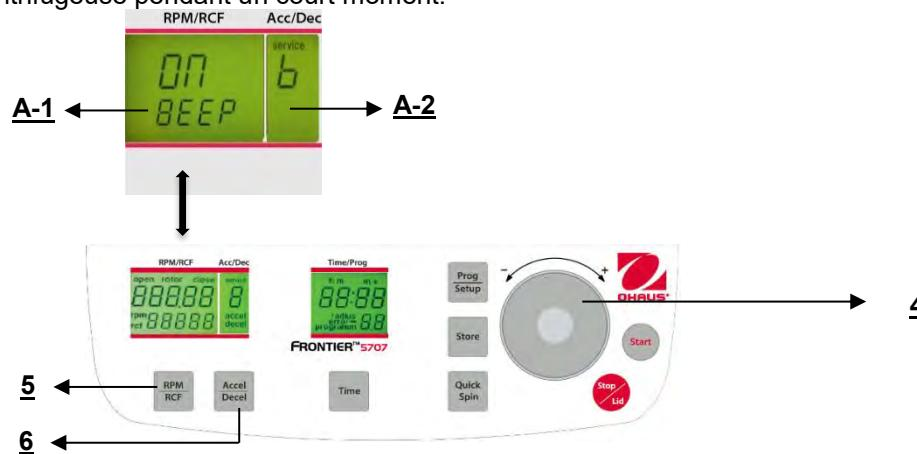

Figure. 32
Poursuivre conformément à la description du paragraphe 4.1.2 pour entrer dans ce mode de programme et appuyer ensuite sur la touche "Accel/Decel" (6). Sur l'affichage "Acc/Dec" (A-2), le mot "Service" clignote. Sélectionner maintenant la lettre "**B**" avec le cadran de réglage (4). Ceci entraîne l'apparition des mots "**ON/BEEP**" sur l'affichage "**RPM/RCF**" (A-1). Après avoir appuyé sur la touche "RPM/RCF" (5), l'utilisateur peut mettre le son du clavier sur Marche ou sur Arrêt avec le cadran de réglage (4). (voir la figure 32).